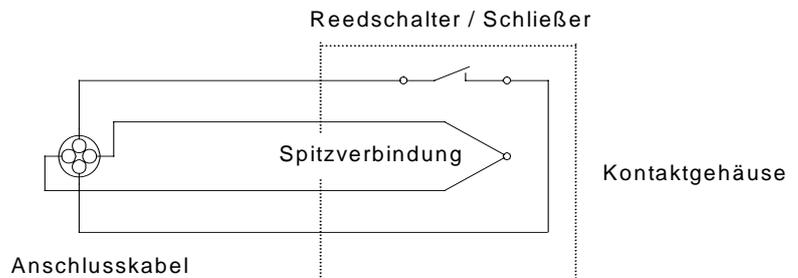

Bild 1
- Zwei **diagonalliegende** Adern sind im Kontaktteil spitzverbunden. Diese Adern können ausgemessen werden. An den anderen beiden Adern ist der Reedkontakt (Schließer, ohne Magnetfeld offen) angeschlossen (siehe Bild 1, Seite 1).